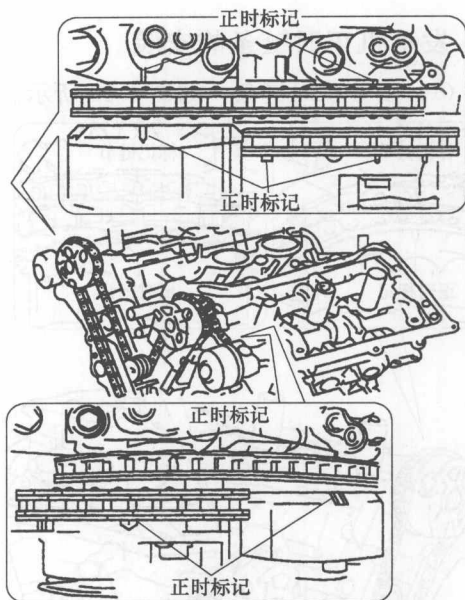

图 1-16 对准凸轮轴正时标记
② 如图 1-16 所示，检查凸轮轴正时齿轮的正时标记是否与轴承盖的正时标记对齐。如果没对齐，则将凸轮轴转动一圈（360°），对齐上述正时标记。